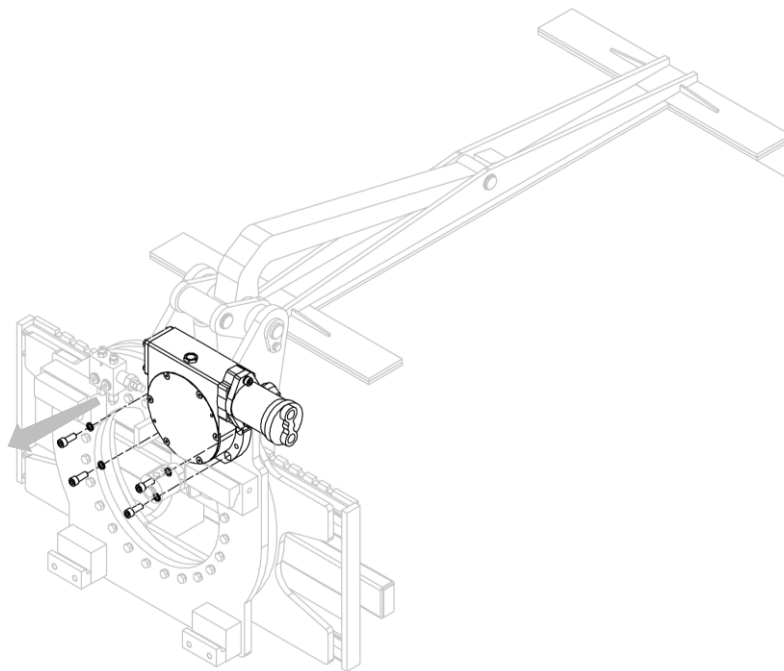

Figura 23
4. Retire el par motoreductor de la estructura del implemento, después de quitar los tornillos correspondientes (mira Figura 23).